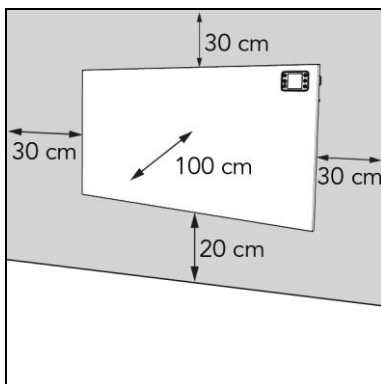

Figura 11
2. Amplasați dispozitivul la o distanță minimă (Figura 11) de: